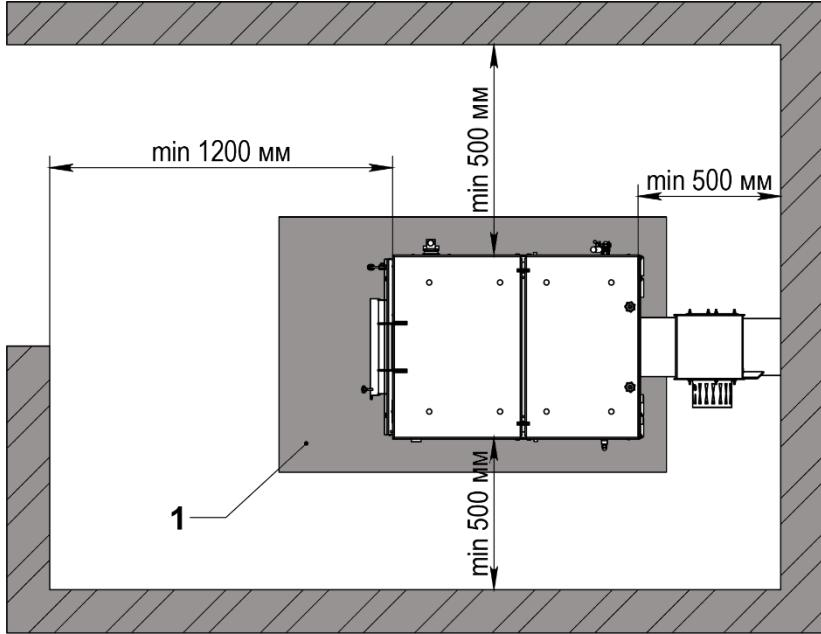

Рис. 5 Установка котла
- Расположение котла в котельной с учетом пространства на обслуживание котла показано на (рис.5);